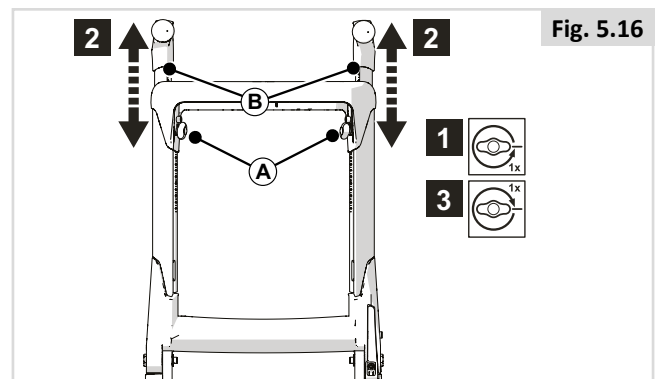

Fig. 5.16
5.10 Altura de las empuñaduras (Fig. 5.16)